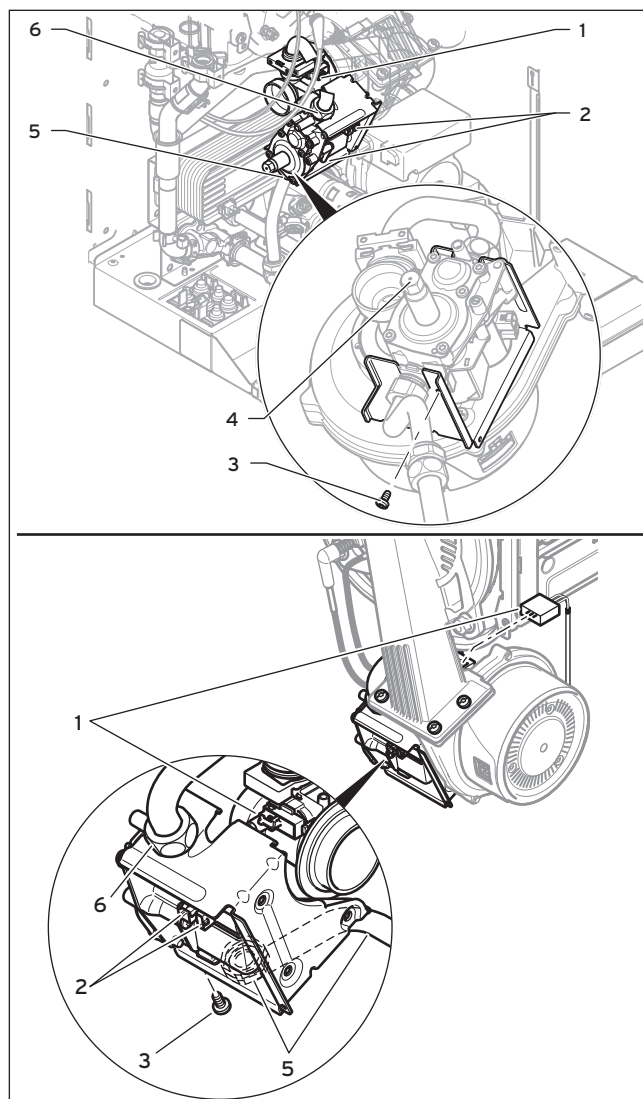

Fig. 2.3 Sostituzione del valvolame
Nelle caldaie del gruppo 2 sono integrati valvolami senza regolatore della pressione del gas per il funzionamento a metano (4, fig. 2.3). Per il funzionamento a gas liquido si devono montare valvolami con regolatore della pressione del gas.
- Staccare i tre connettori del valvolame del gas (2, fig. 2.3).
- Staccare il connettore dal sensore del Venturi (1) premendo il nasello di aggancio.
- Svitare i due dadi per raccordi (6) e (5) dal valvolame del gas. Durante lo svitamento con una chiave a forcina tenere fermo il lato opposto di (5) e/o (6).
- Smontare o l'unità composta da ventilatore e valvolame oppure rimuovere la vite di fissaggio del valvolame dal sostegno servendosi di un cacciavite ad angolo o di una bussola per Torx T20 (3).
- Non spruzzare spray cercaperdite sul cappuccio di copertura (2, fig. 2.3) del filtro del tubo di Venturi.